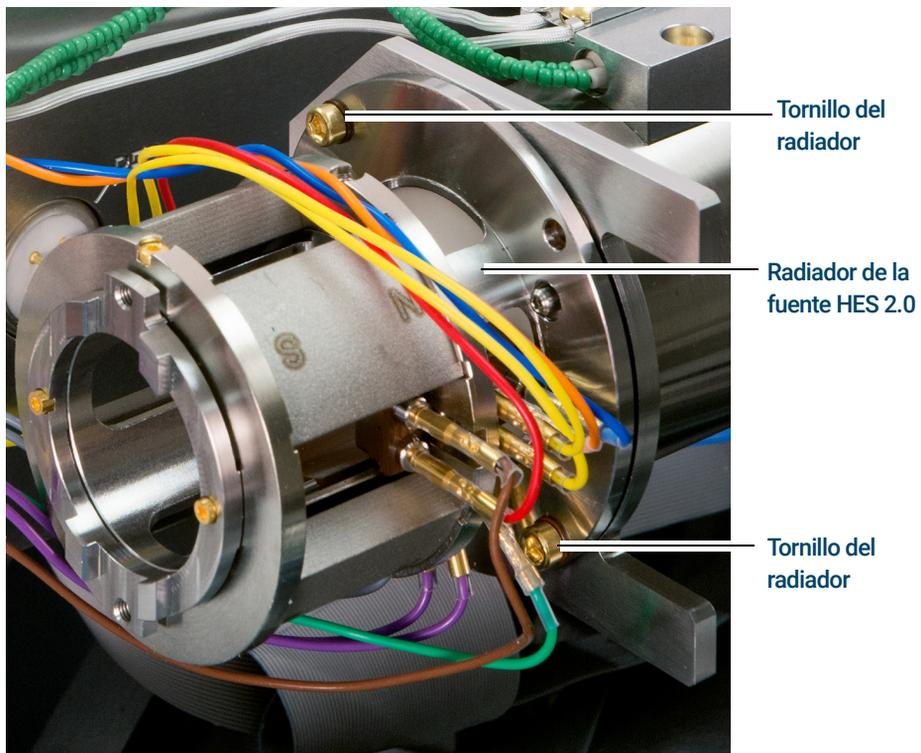

Figura 82. Sujeción del radiador de la fuente EI HES 2.0
- 1 Coloque el radiador en las clavijas guía del soporte del analizador y utilice un destornillador Torx T10 para fijarlo con los (2) tornillos chapados en oro M3 × 12 (G7002-20110). (Consulte la **Figura 82** en la página 268).